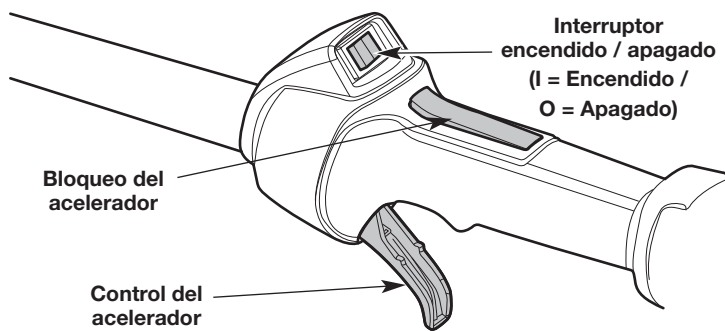

Fig. 9
**NOTA:** No es necesario encender la unidad. El interruptor de encendido/apagado está en la posición **Encendido (I)** en todo momento (Fig. 9).
4. Oprima y mantenga el bloqueo de acelerador. Apriete y mantenga oprimido el control del acelerador (Fig. 9).
2. Oprima y mantenga apretado el interruptor de encendido/apagado en la posición **Apagado (O)** hasta que el motor se pare por completo (Fig. 9).
5. Oprima y mantenga el bloqueo de acelerador. Apriete y mantenga oprimido el control del acelerador (Fig. 9).